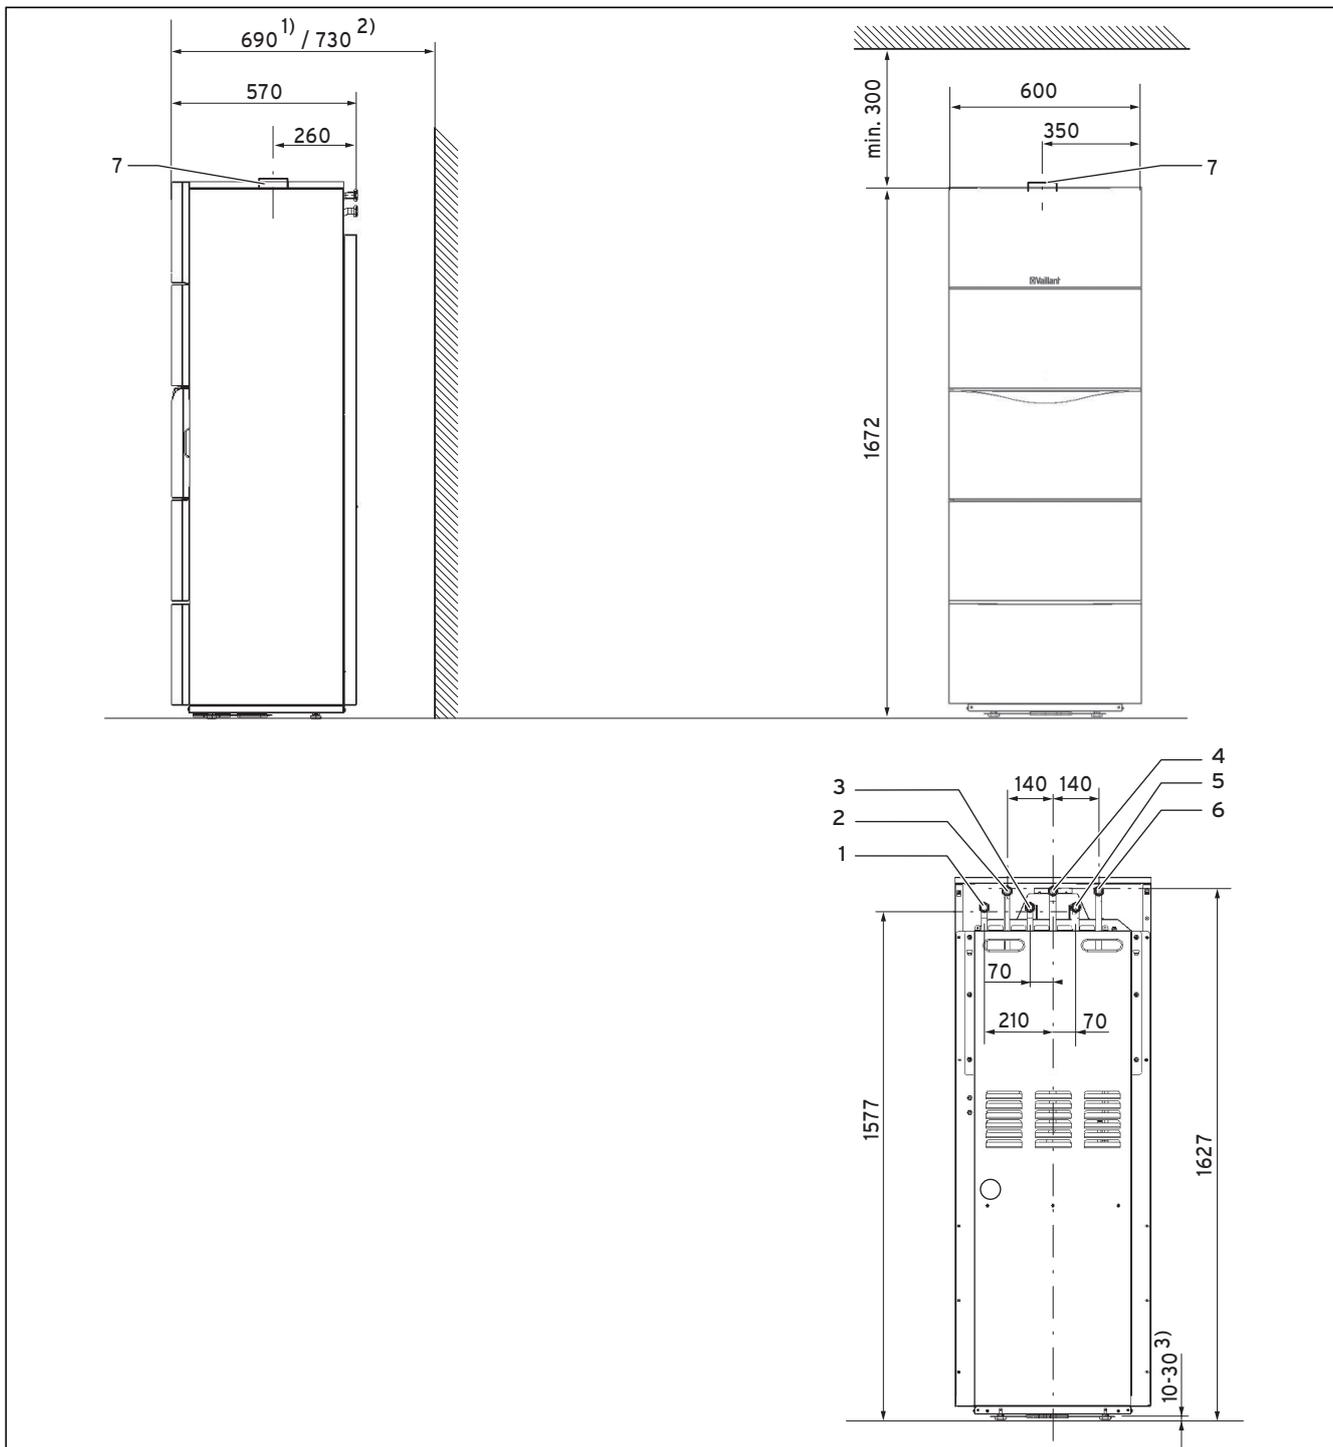

Abb. 4.7 Abmessungen in mm
- Verschrauben Sie die Gasleitung flachdichtend mit dem Gasanschlussstutzen (**3**), siehe Abbildung 4.7. Um das Gasrohr nicht zu beschädigen, muss es beim Anziehen der Verschraubung an den Schlüsselflächen des Gasrohres mit einem Schraubenschlüssel gehalten werden. Setzen Sie zum Anschluss der Gasleitung einen flachdichtenden Nippel ein.
- Schließen Sie den Heizungsvorlauf am Heizungsvorlauf-Anschluss (**6**) an, siehe Abbildung 4.7.
- Schließen Sie den Heizungsrücklauf am Heizungsrücklauf-Anschluss (**7**) an, siehe Abbildung 4.7.
- Schließen Sie den Warmwasseranschluss (WW) (**5**) an, siehe Abbildung 4.7.
- Schließen Sie den Kaltwasseranschluss (KW) (**4**) mit den entsprechenden Sicherheitseinrichtungen an, siehe Abbildung 4.7.
Gegebenenfalls kann am Anschluss (**2**) eine Zirkulationsleitung angeschlossen werden, siehe Abbildung 4.7.